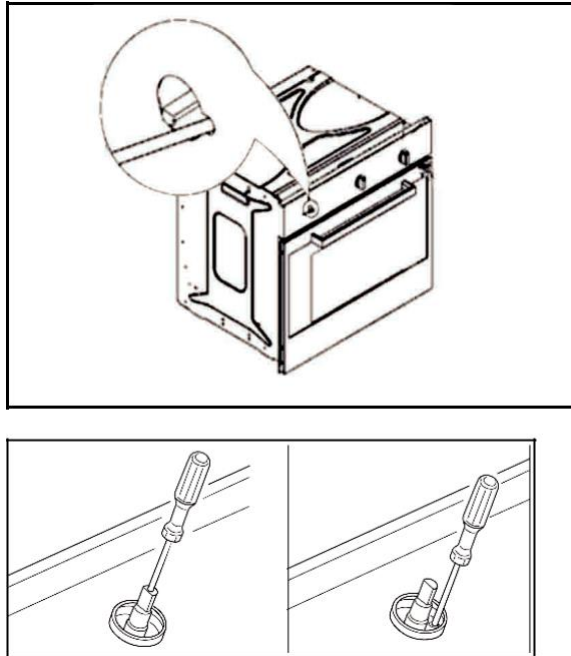

FIGURE 10
- * Le reglage du gaz (derivation) doit etre effectuee apres le raccordement de l'injecteur. **(Voir figure 10)**